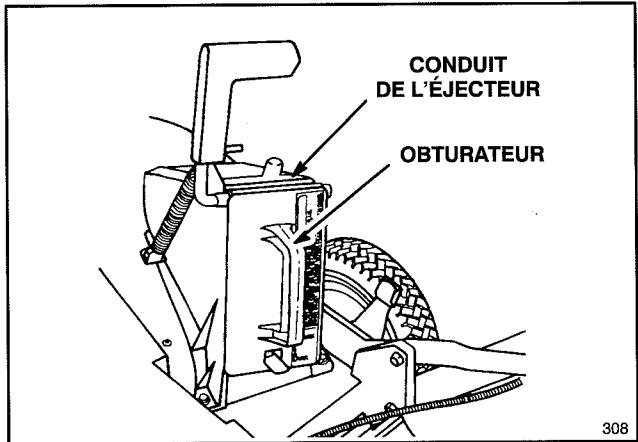

Figure 28
1. **Kit d'ensacheur arrière (modèle 59174 pour les modèles autopropulsés et 59179 pour les modèles à propulsion manuelle)**—Installez le canal d'éjection et le sac à herbe à montage arrière pour convertir la tondeuse Recycler® II Super Pro® en tondeuse à ensachage arrière (Fig. 28). Inclut l'obturateur du canal d'éjection.